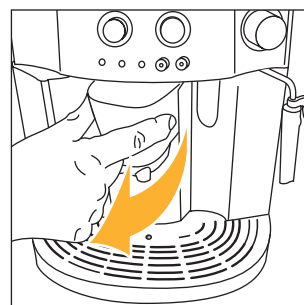
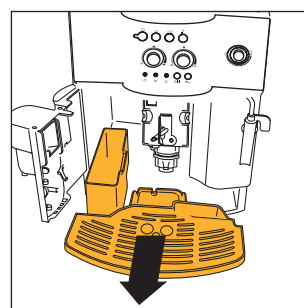

Рис. 15
Рис. 16
**ПРИМЕЧАНИЕ 7:** кофеварка подсчитывает количество чашек воды, которые были приготовлены. Каждые 14 маленьких чашек (или 7 больших) загорается индикатор  (гл. 12, пункт 3), предупреждая, что кассета для кофейной гущи заполнена и ее необходимо вытряхнуть и прочистить. До очистки кассеты для гущи лампа остается горячей, а кофеварка больше не готовит кофе. Для того, чтобы произвести очистку, откройте дверцу для обслуживания, расположенную в передней части, потянув за узел подачи кофе, рис. 15; загорится мигающий индикатор  , см. пар.12, п. 9, затем извлеките ванночку для сбора воды, рис. 16, слейте и очистите ее. Тщательно очистите кассету для кофейной гущи, удалив все остатки которые могут находиться на дне. Высушите влагу от конденсата, который может появиться в кофеварке под ванночкой для сбора воды. **ОБРАТИТЕ ВНИМАНИЕ:** когда извлекается ванночка для сбора воды **НЕОБХОДИМО ОБЯЗАТЕЛЬНО** чистить кассету для гущи, даже если она не заполнена. Если эта операция не выполняется может случиться что, во время приготовления последующих порций кофе, кассета переполнится и кофеварка засорится кофе.
- откройте дверцу для обслуживания, рис. 15;
- извлеките ванночку для сбора воды и кассету для гущи, рис. 16 и промойте их;